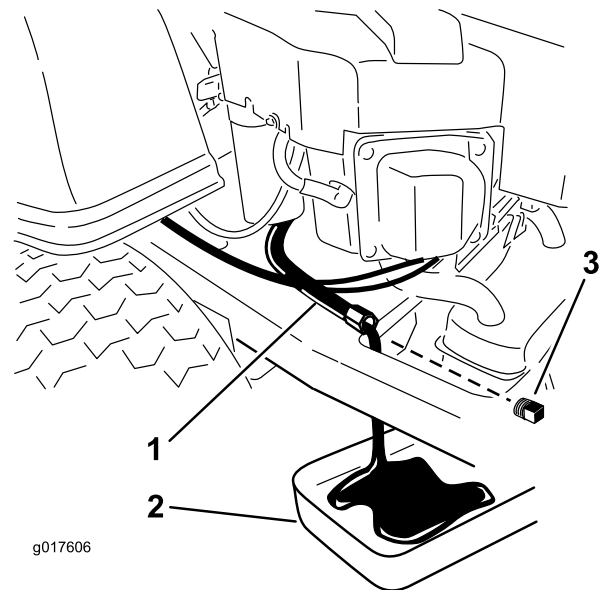

Figura 29
4. Localice el filtro de aceite situado en el lado izquierdo del motor. El tapón de vaciado está sujeto al tubo de vaciado (Figura 29). Limpie la zona alrededor del tapón de vaciado del aceite y del tubo de vaciado de aceite.
5. Coloque un recipiente debajo del tubo de vaciado de aceite según se muestra en Figura 29
6. Utilizando dos llaves (una para mantener el tubo de vaciado del aceite y otra para aflojar el tapón) retire el tapón de vaciado de aceite (Figura 29).
12. Cuando se haya drenado completamente el aceite, coloque el tapón de vaciado. Apriete el tapón a 125 pulgadas-libra (14 N-m). Limpie cualquier exceso de aceite Figura 29.